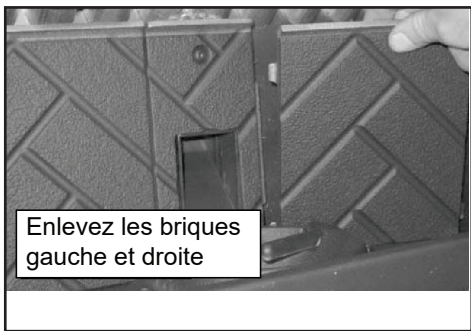

Figure 26.2
3. Vous devez enlever le déflecteur supérieur pour pouvoir enlever les briques gauche et droite. Enlevez la brique droite en la tenant par la lèvre supérieure et en la soulevant, puis repoussez le bord extérieur. Glissez la brique vers la droite jusqu'à ce qu'elle affleure la boîte à feu. Tournez le bord intérieur de la brique vers l'avant et enlevez la brique. Répétez l'opération avec la brique gauche. **Figure 26.2.**